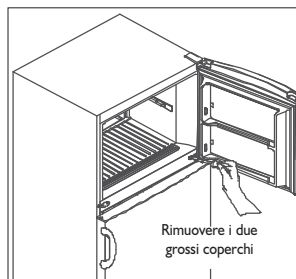

Fig. 1
1. Svitare le due viti che trattengono la cerniera centrale, oltre ai due grandi coperchi a sinistra. (Fig. 1)